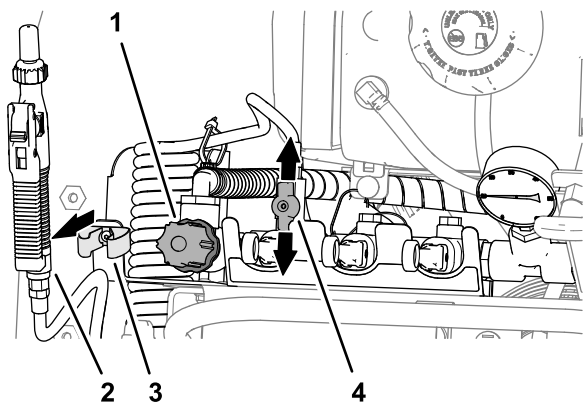

Figure 45
3. Sortez l'applicateur manuel du clip de support sur le côté gauche de la machine (Figure 45).
5. Ouvrez la vanne de coupure de l'applicateur manuel (Figure 45).
6. Utilisez la vanne d'étranglement (Figure 45) pour régler la pression du système de pulvérisation comme suit :
9. Fermez la vanne de coupure de l'applicateur manuel, arrêtez la pompe de pulvérisation et insérez l'applicateur manuel dans le clip de support (Figure 45).